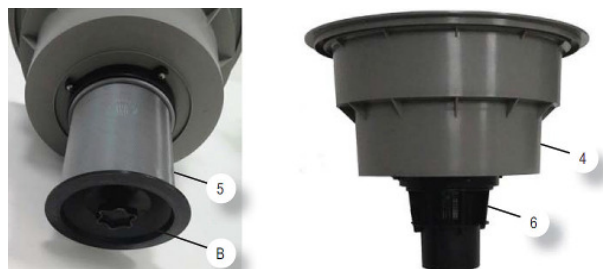

Abb. 17: Prüfung des Schwimmers
- Lösen Sie den Drehknopf B (Abb. 17) und entnehmen Sie das Filtergitter 5 (Abb. 17).